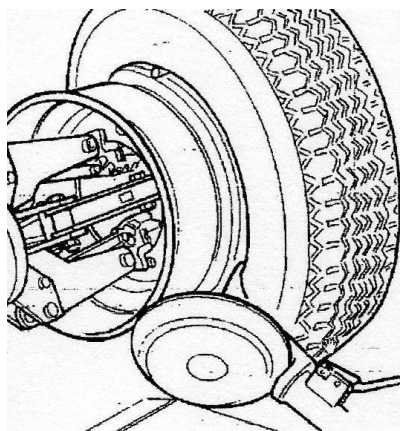

Рисунок 22
– Переведите устройство вперёд, пока красная контрольная точка не окажется на одной линии с внешним краем обода и примерно в 5 мм от него (см. Рисунок 22).